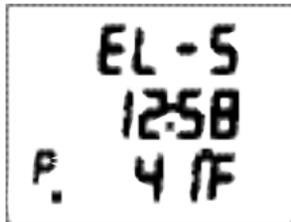

Fig. 91 - SUPERFICIE PROFUNDÍMETRO ALT
**PRINCIPAL SUPERFICIE PROFUNDÍMETRO;** ésta es la información mostrada (Fig. 91):